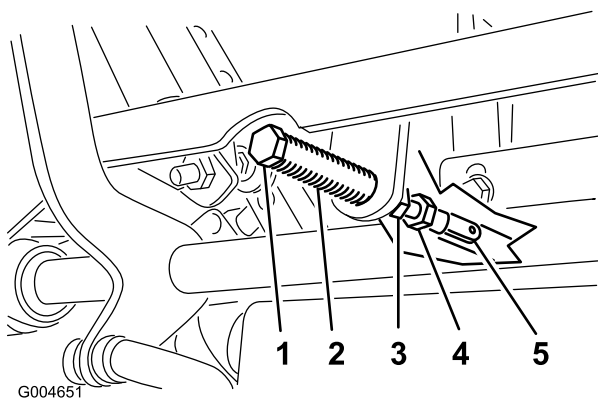

Figura 61
5. Tire hacia atrás de la palanca hasta que el pasador (en el brazo situado encima del eje pivotante) entre en contacto con el extremo de la ranura (empezando justo a tensar el muelle) (Figura 61).
7. Si es necesario un ajuste, afloje la tuerca y la contratuerca contra la horquilla (Figura 61).
8. Aplique una ligera presión hacia atrás en la palanca de control de movimiento, y gire la cabeza del perno de ajuste en el sentido apropiado hasta que la palanca de control esté centrada en posición de bloqueo/punto muerto (Figura 61).
9. Apriete la tuerca y la contratuerca (Figura 61).
9. Apriete las contratuercas de las articulaciones esféricas (Figura 61).